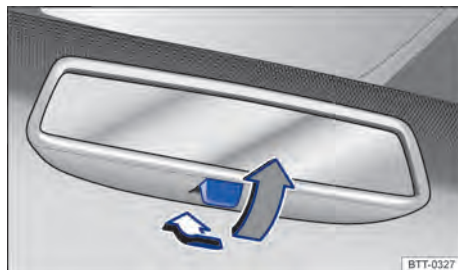

Fig. 114 No para-brisa: espelho retrovisor interno com antiofuscante manual.
- Para evitar o ofuscamento, puxar a alavanca para trás → Fig. 114.